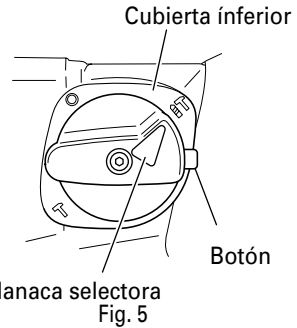

Fig. 5
(1) Cambio a "rotación + martilleo"
- (b) Alinee la marca ▲ de la palanca selectora y **T** del sujetador de palanca, tal como se muestra en la Fig. 5.